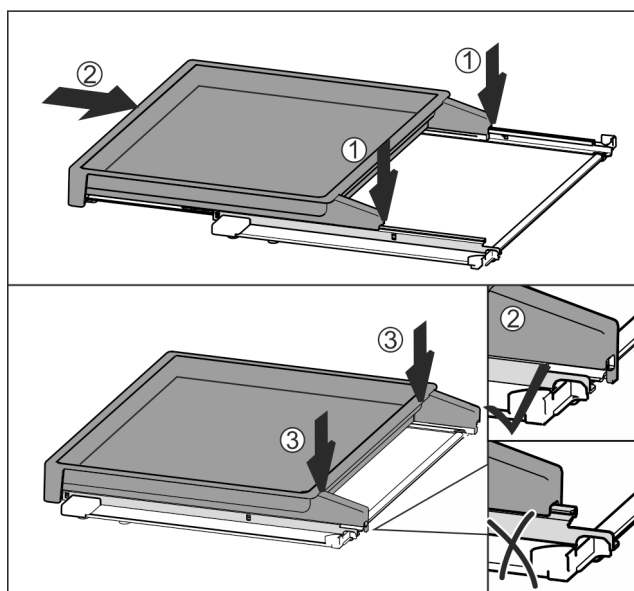

Fig. 115
- Appoggiare centralmente sulle guide Fig. 115 (1).
- Spingere completamente il ripiano estraibile Fig. 115 (2).
- Premere sul lato posteriore fino ad avvertire l'innesto Fig. 115 (3).